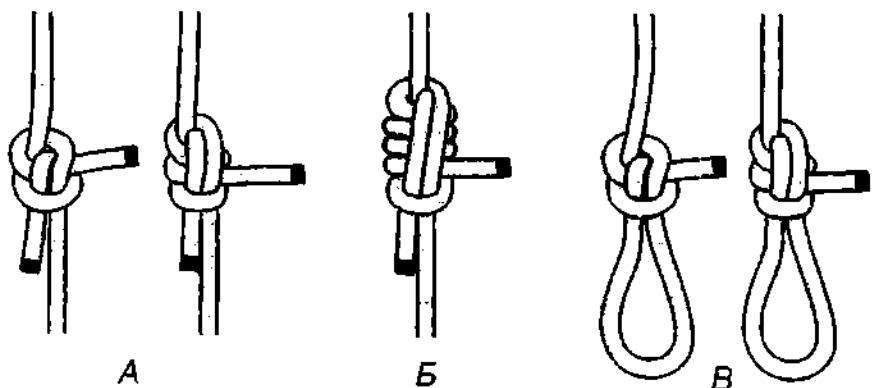

Рис. 914. А – строповый узел и строповый узел со шлагом;
**Строповый узел** лучше вязать с двумя или большим количеством шлагов, благодаря которым он лучше сопротивляется переменным нагрузкам и легче развязывается (рис. 914 Б). Шлаги увеличивают не только крепость, но и гарантируют безопасность узла. **Строповый узел** перед работой необходимо аккуратно расправить и хорошенъко затянуть. Количество шлагов может быть от 2 до 5.